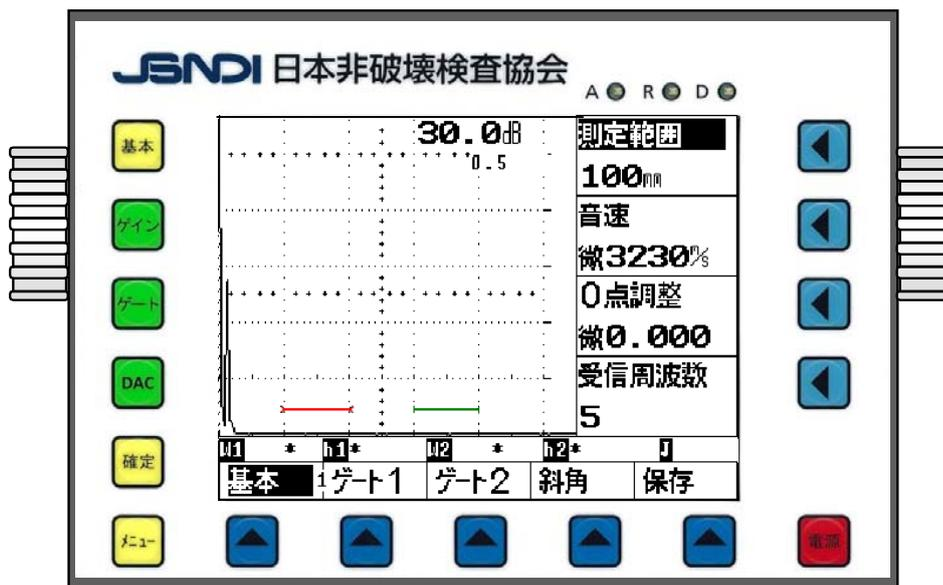

図 1 初期画面
- 途中で操作が分からなくなった場合、  キーを押すと図1の初期画面になる。
- ①初期画面では、図1のように、ゲート1（赤色）とゲート2（緑色）が表示されている。